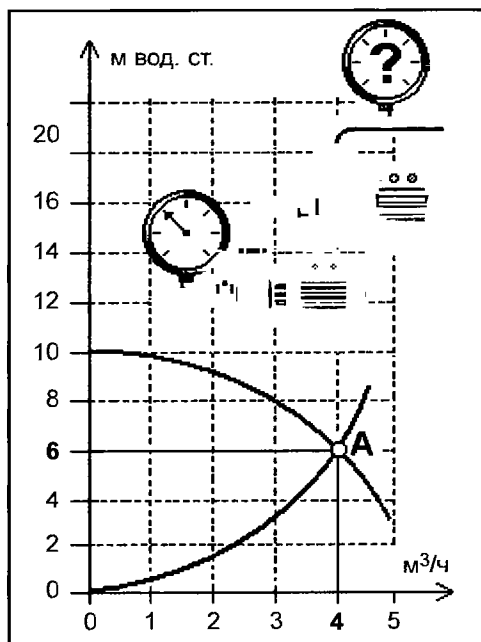

Рис. 97.16.
Посмотрите на напорную характеристику насоса (кривая красного цвета на рис. 97.16). Зная, что:
- ▶ Они совершенно одинаковы и имеют одну и ту же напорную характеристику (кривая красного цвета на рис. 97.16).
- ▶ Они подают воду в сеть, гидравлическая характеристика которой показана в виде кривой зеленого цвета на рис. 97.16. Если работает только один насос, то его рабочая точка соответствует точке А (напор 6 м вод. ст. при расходе 4 м³/ч).